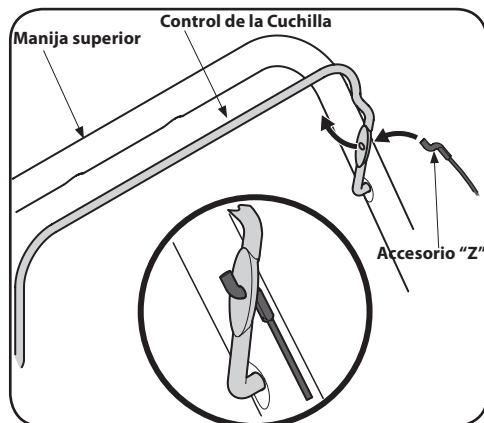

Figura 3-2
1. Enganche el extremo "Z" del cable de frenado en la manija, desde el exterior hacia el interior. Véa Figura 3-2.